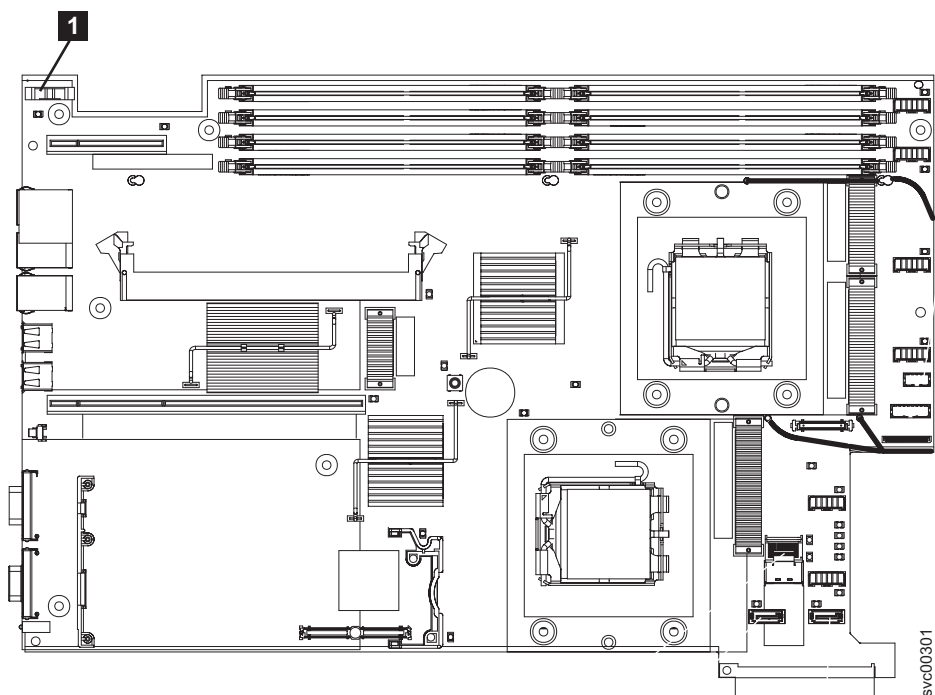

図 176. SAN ボリューム・コントローラー 2145-8G4の CMOS バッテリー・ホルダーの位置
2. システム・ボード上のバッテリーを見つけます。592 ページの図 176 には、バッテリーの位置 (1) を記載してあります。